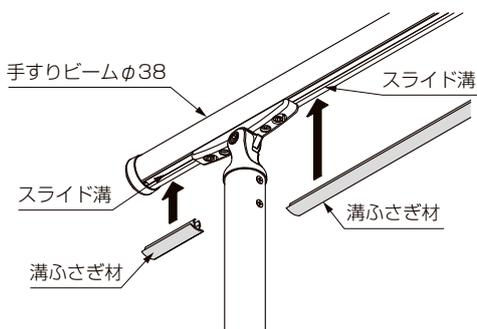

図7-7
- 手すりビームに同梱している溝ふさぎ材を必要な長さに切断して、スライド溝にはめ込んでください。（図7-7、7-8参照）